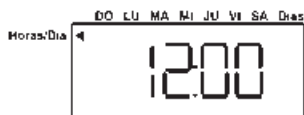

fig.10
2. Con los pulsadores visionar el reloj para visualizar la hora corriente (fig.10)